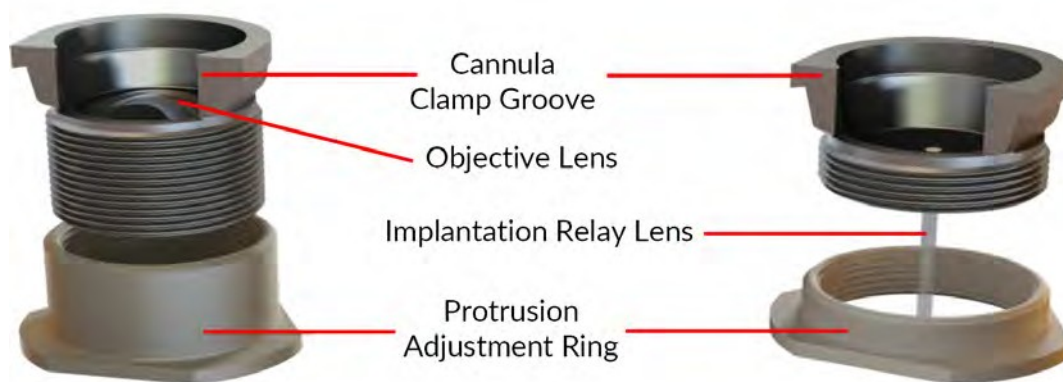

Figure 2.2 : Canule d'imagerie Snap-in de type S (à gauche) et de type L (à droite)
- La **lentille relais d'implantation** se trouve sur la *canule d'imagerie du modèle L* (Fig. 2.2 droite). Il s'agit d'une lentille à tige à gradient d'indice qui guide l'image de l'intérieur du cerveau vers la surface du crâne.
- La **lentille objectif** se trouve sur la *canule d'imagerie modèle S* (Fig. 2.2 gauche). Pour les zones proches de la surface du cerveau (moins de 150 μm sous le crâne), elle offre une meilleure qualité d'image et un champ de **vue** plus large que la **canule d'imagerie de modèle L**.